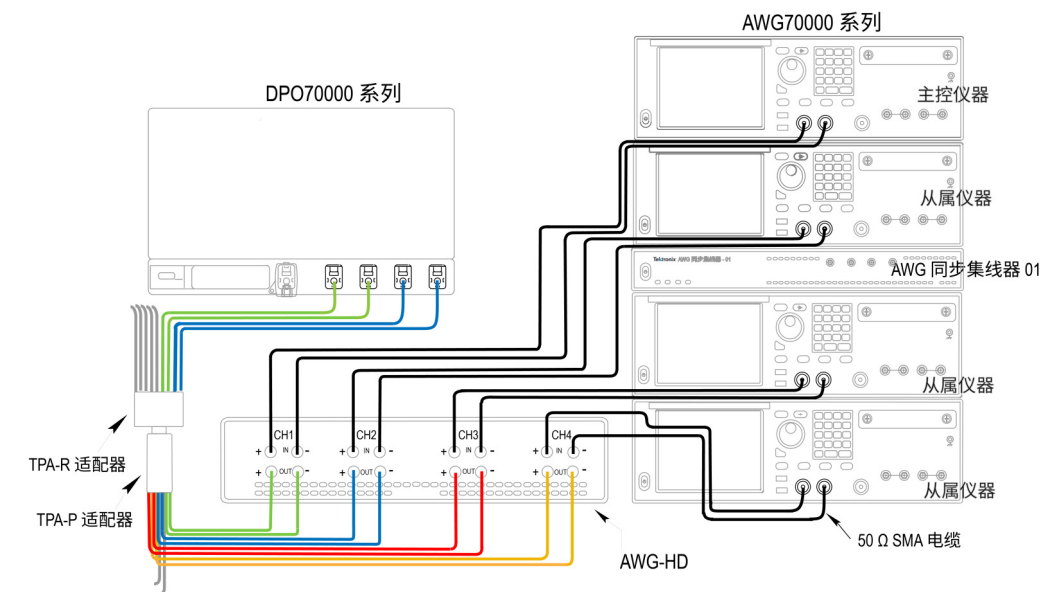

图 5: 校准设置
3. 连接 AWG-HD、DP070000 和所需的适配器及其他设备，具体取决于您的使用案例。（见图5）和（见图6）